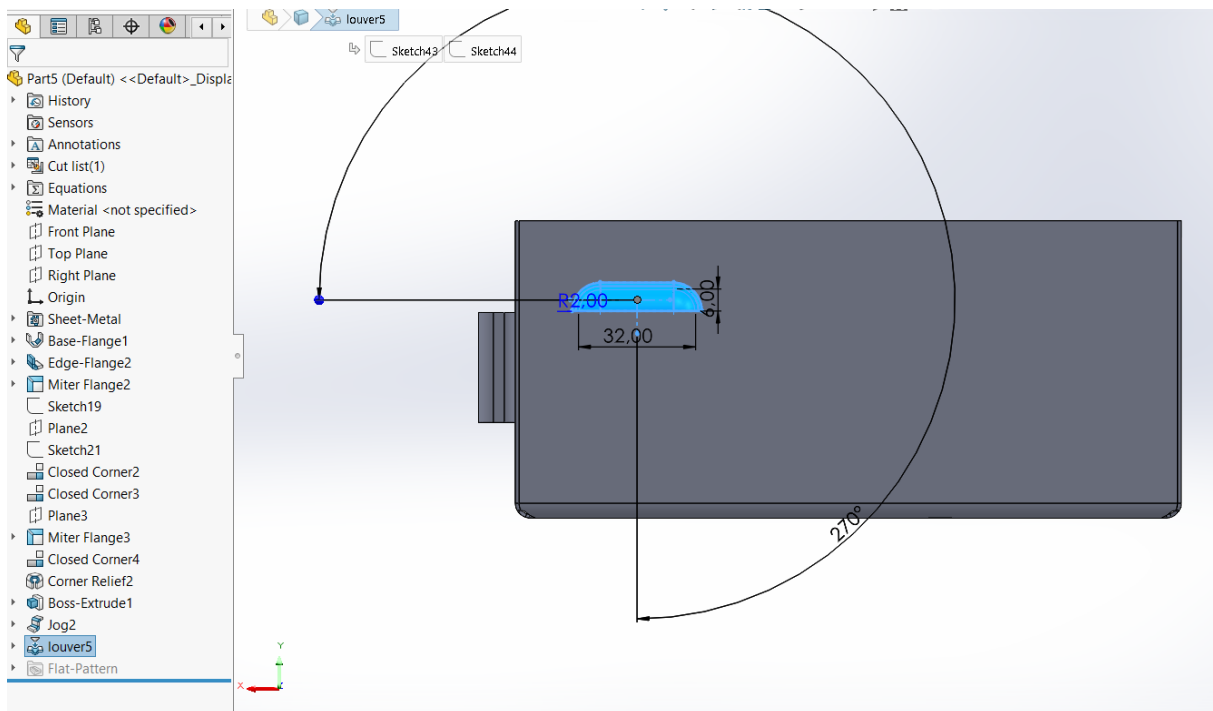

Рисунок 5.15 – Додавання вентиляційного отвору
5. Для завершення операції необхідно натиснути  (рис. 5.15).